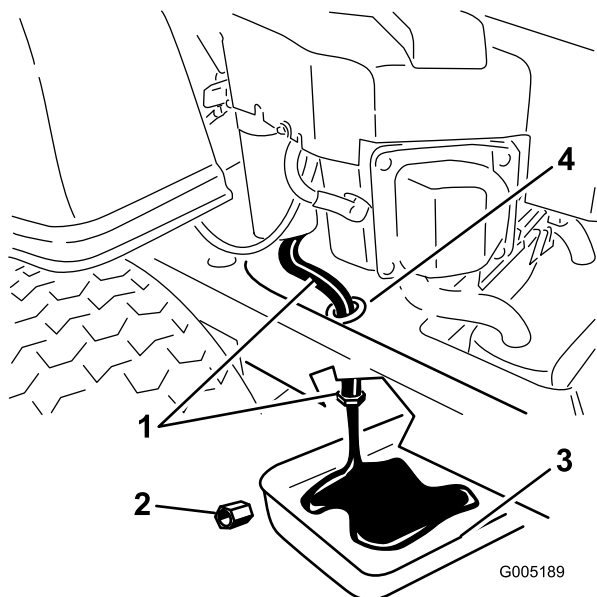

Figure 29
fixé à un flexible de vidange acheminé par un orifice de vidange sur le châssis de la machine (Figure 29). Nettoyez autour du bouchon et du flexible de vidange d'huile.
- Placez un bac de vidange sous la machine, juste sous l'orifice de vidange du châssis, comme illustré à la Figure 29.
- À l'aide de deux clés (l'une pour tenir le flexible de vidange d'huile et l'autre pour desserrer le bouchon), retirez le bouchon de vidange d'huile (Figure 29).
- Quand toute l'huile s'est écoulée, remplacez le bouchon de vidange. Serrez le bouchon à 14 Nm (125 po-lb). Essayez l'excédent d'huile (Figure 29).